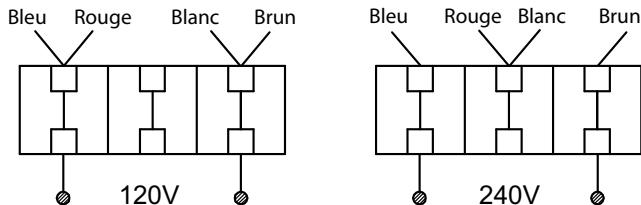

Figure 6 - Schéma de filerie.
- Le moteur est les fils électriques sont arrangés selon ce qui montre dans le schéma de filerie (voir figure 6). Le moteur est monté avec un câble approuvé de 3-conducteurs à l'usage de 120/240 volts. Moteur est pré-câblé dans l'usine avec le voltage de 120V.